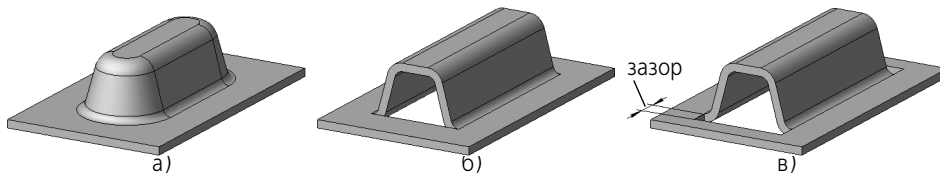

Рис. 93.9. Типы обработки концов буртика
- ▼ закрытый (рис. 93.9, а),
- ▼ открытый (рис. 93.9, б),
- ▼ рубленый (рис. 93.9, в).